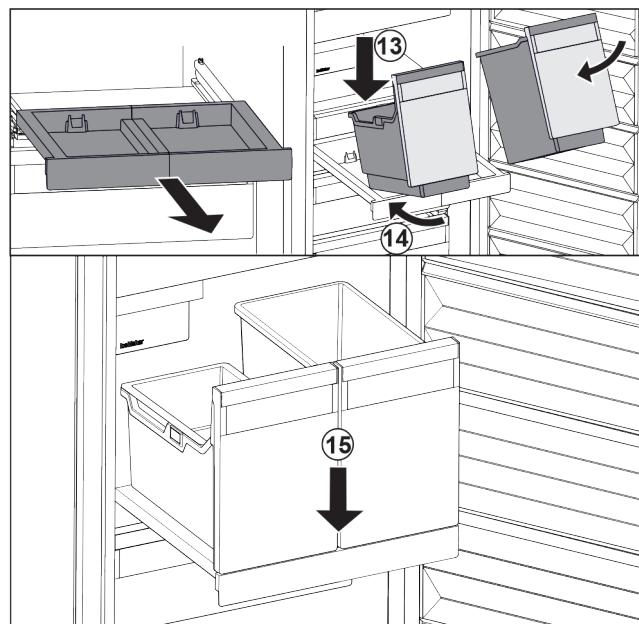

Fig. 86
- Nasad'te nádobu šikmo na vysouvací desku. Fig. 86 (13)
- Zasuňte nádobu šikmo dozadu. Fig. 86 (14)
- Usad'te vpředu nádobu. Fig. 86 (15)